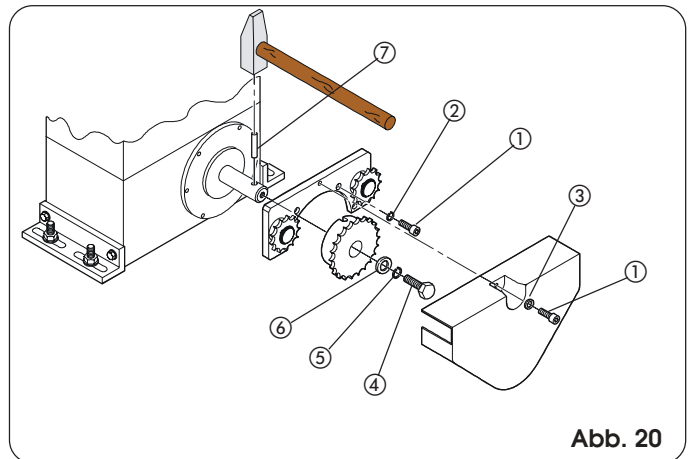
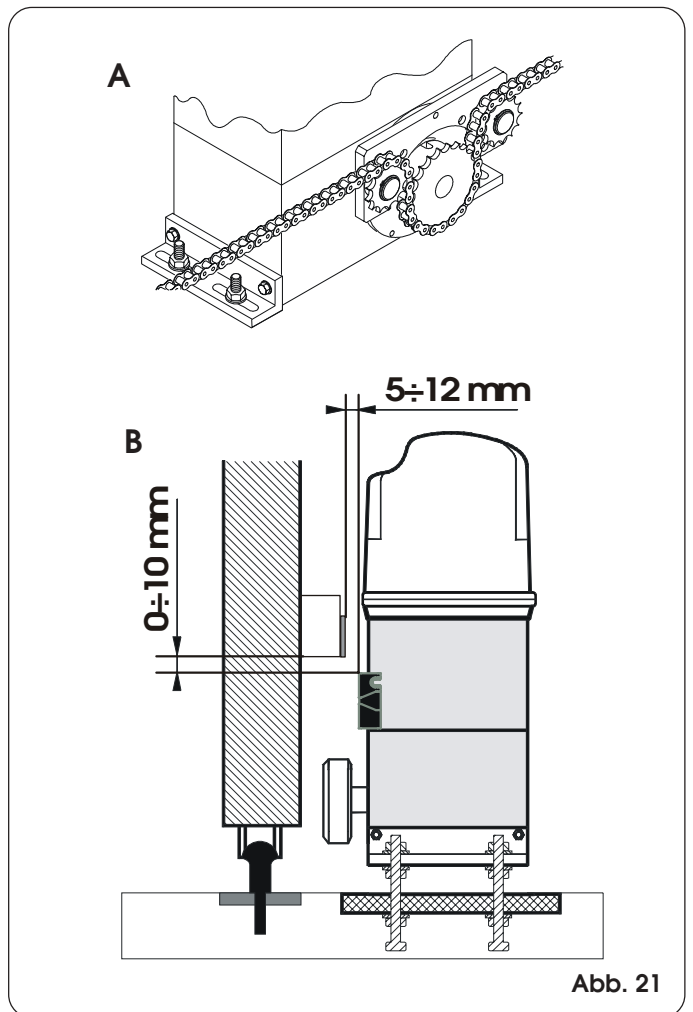

Abb. 20
Abb. 21
4.5.2. MOD. 844 ER RF (Abb. 20 - 21)
- 1) Federstecker ⑦ mit einem Hammer in die Welle eintreiben.
- 2) Den Bügel der Umlenkrollen mit Hilfe der im Bausatz enthaltenen vier Schrauben ① (M5x12) und entsprechenden Scheiben ② gemäß Abb. 20 auf den Motorflansch anbringen.
- 3) Die Passsitze des Kettenritzels mit dem Federstecker in der Welle fluchten und die Schraube ④ mit den entsprechenden Scheiben ⑤ und ⑥ festziehen.
- 4) Die Kette nach Angaben in Abb. 21 Bez. A einfädeln und das Abdeckgehäuse mit der Schraube ① und der Scheibe ③ (Abb. 20) aufsetzen.
- 5) Bei Antrieben mit MLS-Endschaltern sind die Halterungen für die Positionierung der mitgelieferten Magnete unter Einhaltung der in der Abb. 21 Bez. B angegebenen Abmessungen vorzubereiten.